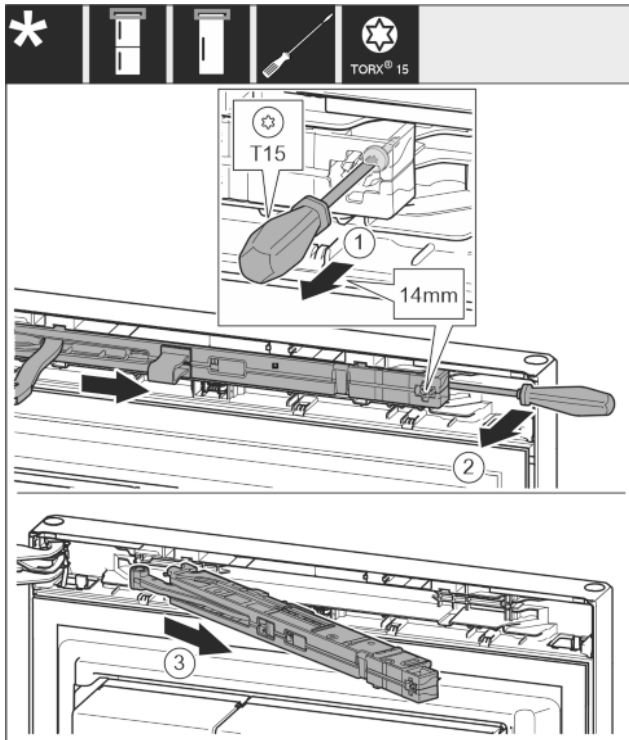

Fig. 9
- ▶ С отвертка T15 отвийте винта на блока на затварящия демпфер с ок. 14 mm. Fig. 9 (1)
- ▶ От страната на дръжката вкарайте отвертка зад блока на затварящия демпфер и завъртете напред. Fig. 9 (2)
- ▶ Издърпайте блока на затварящия демпфер. Fig. 9 (3)